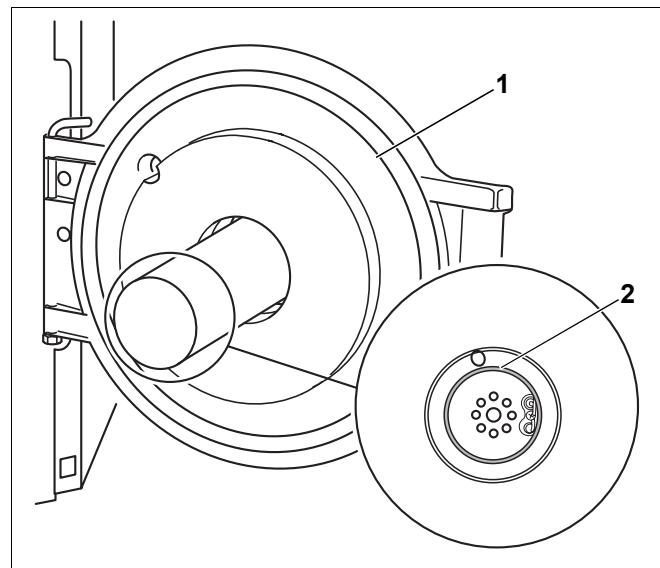

Рис. 35 Проверка правильной установки уплотнения
- При открытой дверце горелки (рис. 35, **поз. 1**) проверить правильную установку уплотнения (рис. 35, **поз. 2**).
- Закрыть дверцу горелки (рис. 35, поз. 1, стр. 37) и затянуть крепежные болты.